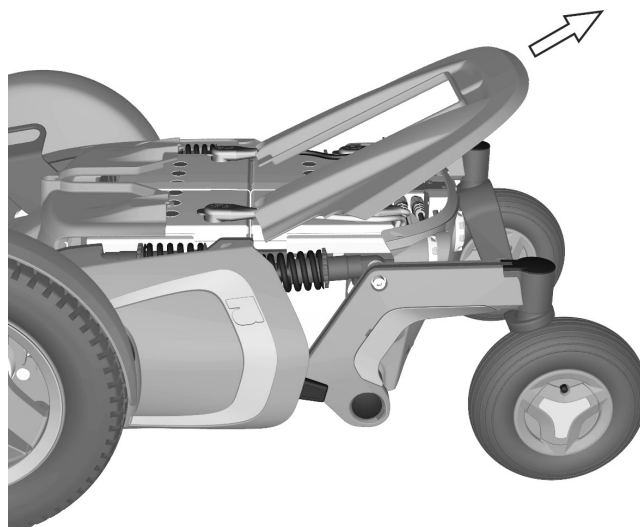

Abbildung 5. Obere Fahrgestellabdeckung
4. Obere Abdeckung vom Fahrgestell heben/ziehen. Siehe Abbildung. 5.
3. Die obere Fahrgestellabdeckung am Fahrgestell montieren. Siehe Abbildung. 5.